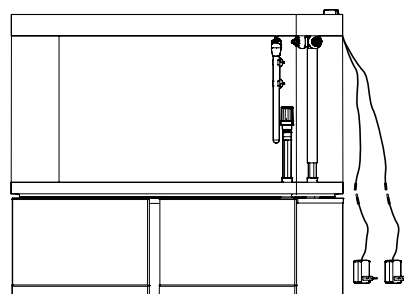

Fig. 9
3. Conectați aparatul de iluminat la driverul LED folosind conectorul său (Fig.9).